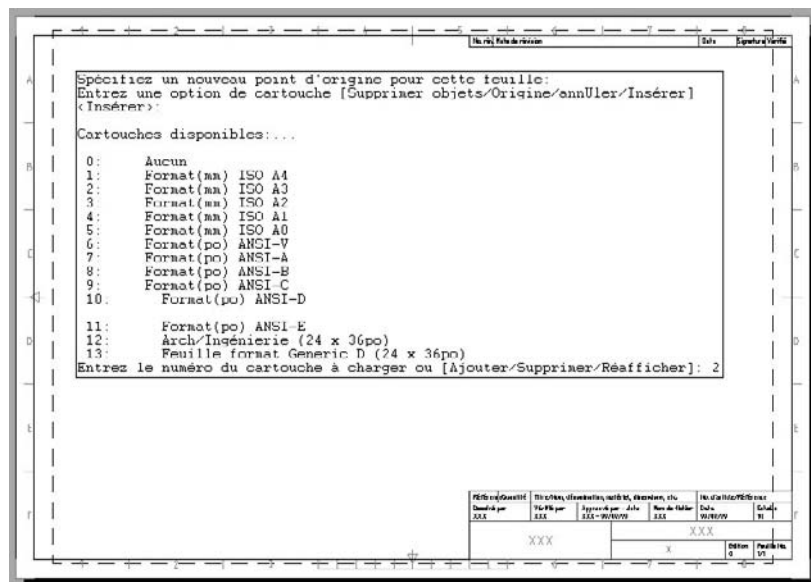

Fig.23.21
- [5] Entrer le numéro correspondant au format de papier souhaité. Par exemple 2 pour le format ISO A3. AutoCAD insère le cadre et le cartouche (fig.23.21).
- [6] Entrer « O » (Y) ou « N » pour enregistrer ou non le cadre et le cartouche dans un fichier de dessin à part.